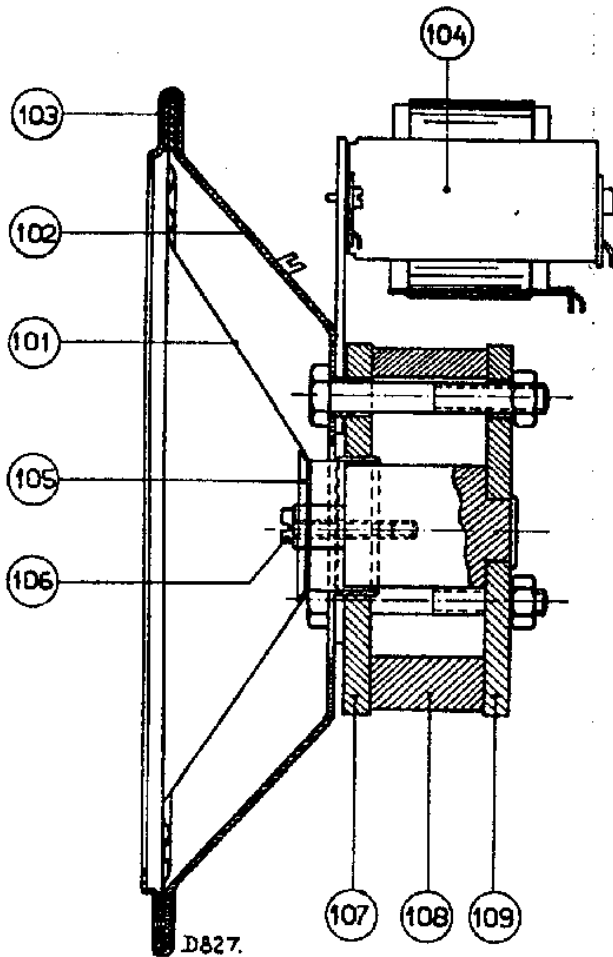

Fig. 10
2. Voor- of achterplaat (pos. 107 en 109 fig. 10) mogen in geen geval van de magneet getrokken worden, hierdoor zou deze verzwakken.
Wordt gedaan met behulp van 4 voelertjes van 0.2 mm dikte (code No. 09.990.840), die door de perforaties van het centreerplaatje (pos. 105, fig. 10) in de luchtspleet tussen spoeltje en plaat worden geplaatst.